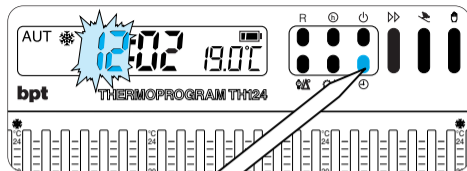

Fig. 17
**5.3** - Premere il pulsante  (fig. 17).